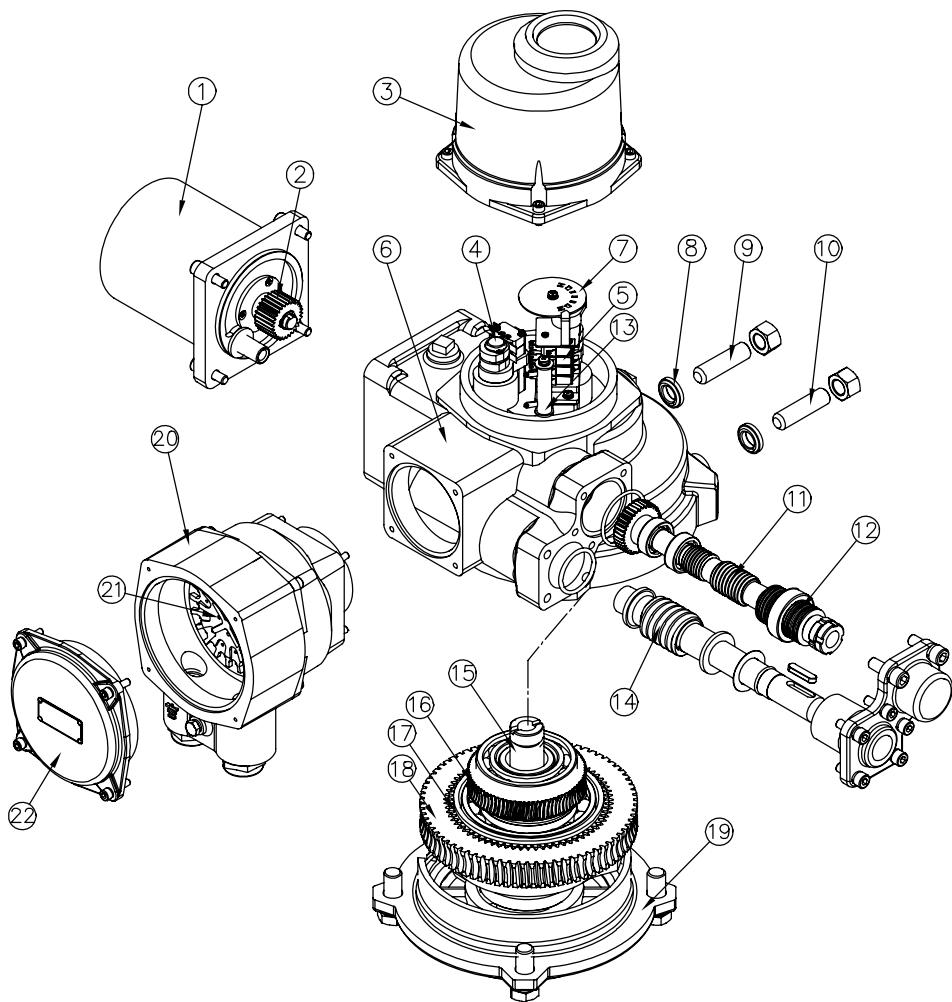
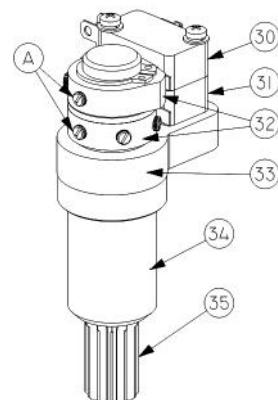
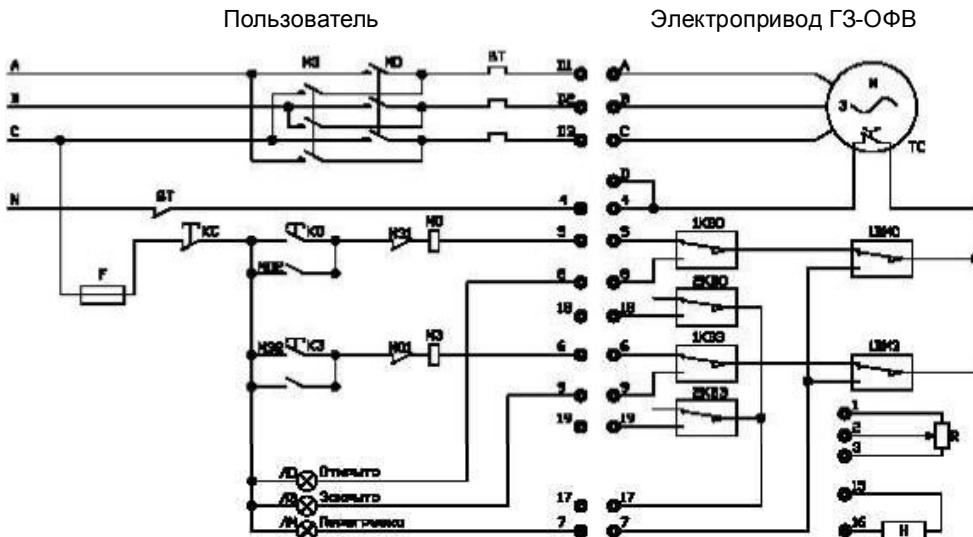

Рис.1 Электропривод Г3-ОВВ
Рис.3 Двухсторонняя муфта ограничения крутящего момента
Рис.4 Принципиальная электрическая схема подключения электропривода ГЗ-ОФВ.
Электропривод состоит из следующих узлов и деталей (рис.1): электродвигателя (1), взрывозащищенной клеммной коробки (20-22), силового редуктора, в состав которого входит: червячный редуктор (11,16), червячный редуктор маховика ручного дублера (14,18) и автоматическая муфта сцепления с планетарной передачей (17), двухсторонней муфты ограничения крутящего момента (моментной муфты) (4), ограничителя хода выходного вала (5), индикатора положения затвора арматуры (7), выходного вала (15), механических упоров открытия и закрытия (9,10) и корпусных деталей.
При достижении предварительно установленной величины крутящего момента в положении ЗАКРЫТО или ОТКРЫТО, либо в случае аварийного заклинивания штока затвора арматуры в промежуточном положении, выходной вал (15) (рис.1) с червячным колесом (16) останавливается, а червячный вал (11), ввинчиваясь в венец червячного колеса (16), вследствие продолжающегося вращения ротора электродвигателя, начинает перемещаться в осевом направлении, сжимая тарельчатые пружины (12). Величина сжатия тарельчатых пружин определена настроенным крутящим моментом моментной муфты. Поступательное движение червячного вала (11) приводит к вращению вала моментной муфты (34) (рис.3). Кулакки (32), расположенные на валу моментной муфты, нажимают кнопки муфтовых микровыключателей (30, 31), размыкая цепь управления питанием электродвигателя электропривода.
Механические упоры (9,10) (рис. 1) применяются для первоначальной настройки конечных положений затвора арматуры ОТКРЫТО и ЗАКРЫТО при ручном управлении. Они также являются аварийной защитой, в случае отказа конечных и муфтовых микровыключателей, электродвигатель отключится блоком тепловой защиты БТ (рис. 4).
### 3. ЭЛЕКТРИЧЕСКАЯ СХЕМА УПРАВЛЕНИЯ (рис.4)
Для управления электроприводом ГЗ-ОФВ применяется электрическая схема, приведенная на рис.4. При достижении затвором арматуры конечных положений ОТКРЫТО или ЗАКРЫТО, срабатывают конечные микровыключатели 1КВО или 1КВЗ, отключая питание электродвигателя. При превышении установленного крутящего момента при открытии или закрытии затвора арматуры, срабатывают муфтовые микровыключатели 1МВО и 1МВЗ, отключая питание электродвигателя. Муфтовые микровыключатели 1МВО и 1МВЗ после срабатывания возвращаются в первоначальное положение при вращении вала в обратную сторону.